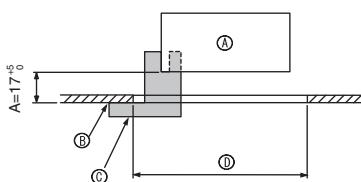
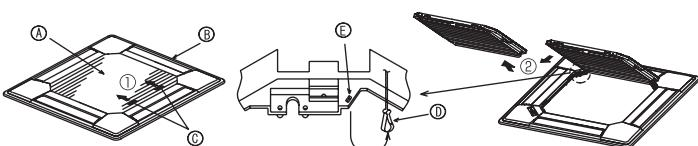
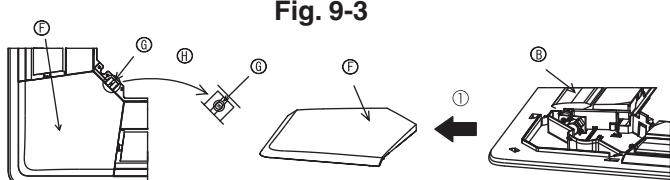

Fig. 9-2
Fig. 9-3
Fig. 9-4
① Решетка	1	950 x 950 (мм)
② Винт с привязной прокладкой	4	M5 x 0,8 x 25
③ Шаблон	1	(Поделен на четыре части)
④ Фиксатор	3
⑤ Винт	4	4 x 8
⑥ Винт	1	4 x 12
⑦ Беспроводной пульт дистанционного управления	1	дия PLP-6BALM
⑧ Проводной пульт дистанционного управления	1	диа PLP-6BAMD
9.2. Подготовка к установке вентиляционной решетки (Fig. 9-2)
- С помощью поставленного в комплекте шаблона ③ отрегулируйте и проверьте положение устройства по отношению к потолку. При неверном расположении устройства по отношению к потолку возможно прохождение воздуха или накопление конденсации.
- Ⓒ Шаблон ③ (Вставлен в устройство)
9.2.1. Удаление воздухозаборной решетки (Fig. 9-3)
- Сдвиньте рычаги в направлении, обозначенном стрелкой ①, чтобы открыть воздухозаборную решетку.
- Пока воздухозаборная решетка находится в "открытом" положении, удалите стержень воздухозаборной решетки с вентиляционной решетки в направлении стрелки ②.
9.2.2. Удаление угловой панели (Fig. 9-4)
- Удалите винт из угла угловой панели. Для удаления угловой панели сдвиньте угловую панель в направлении стрелки ①.
- [Fig.9-3] [Fig.9-4]